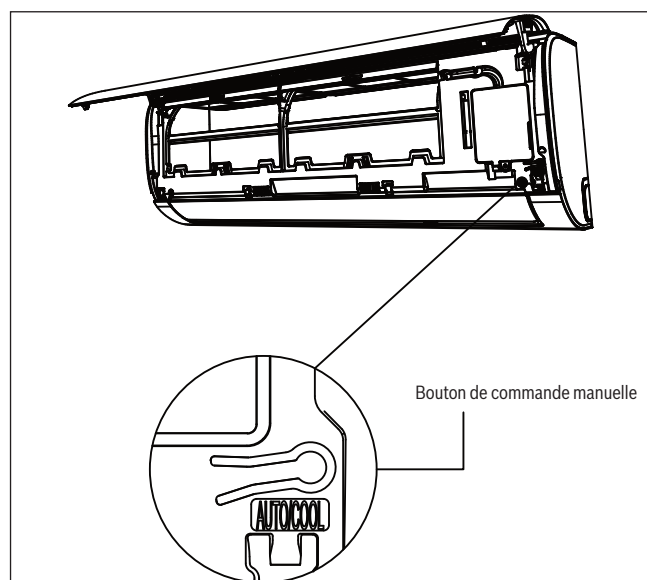

Fig. 42.
2. Le bouton CONTROLE MANUEL se trouve sur le côté droit de l'unité. Appuyer dessus 2 fois pour sélectionner la fonction refroidissement (COOL). Voir **fig. 42**.